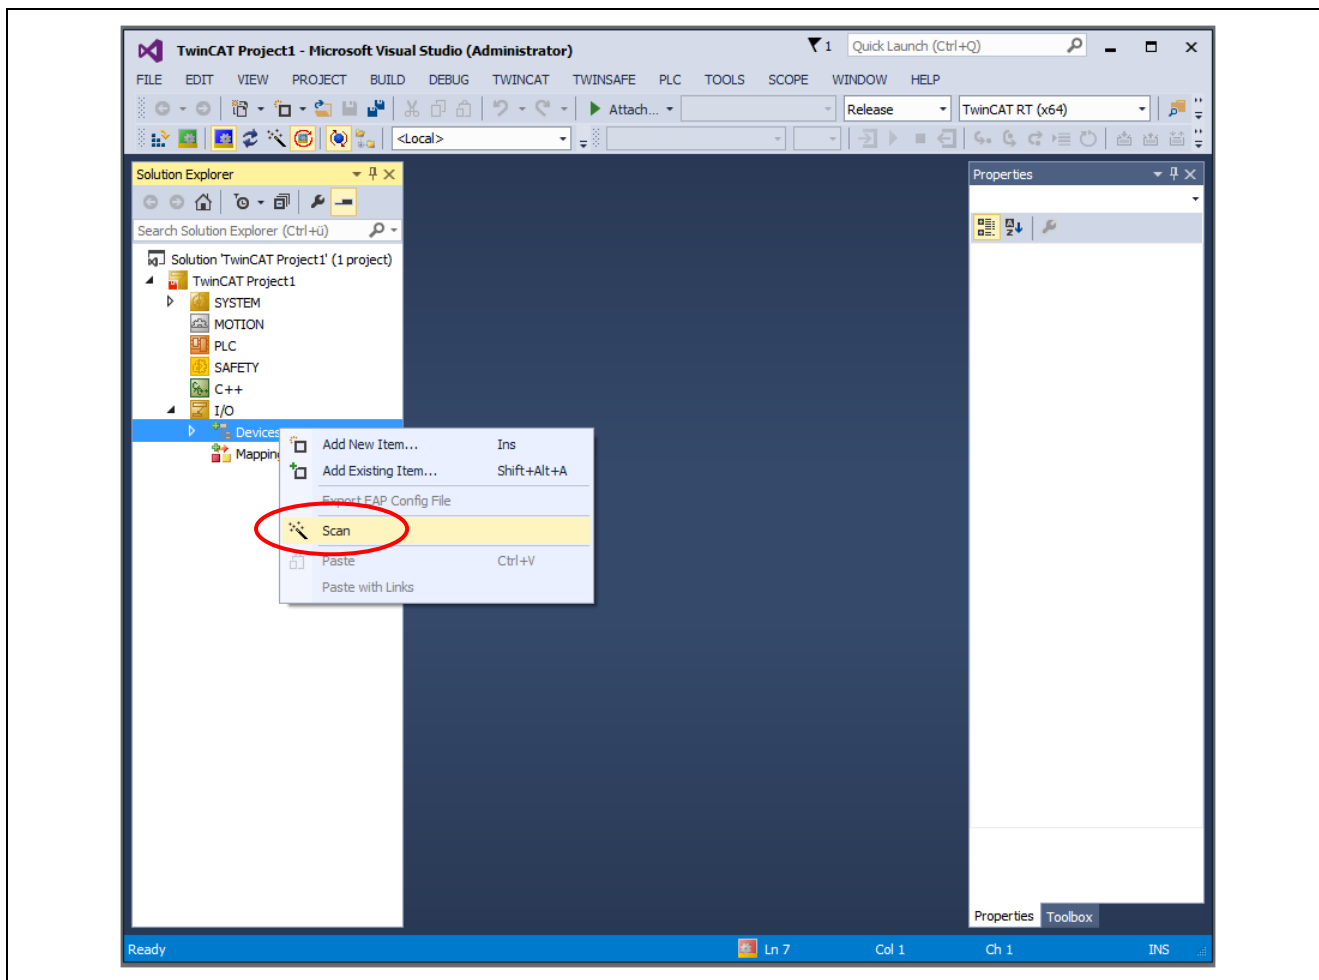
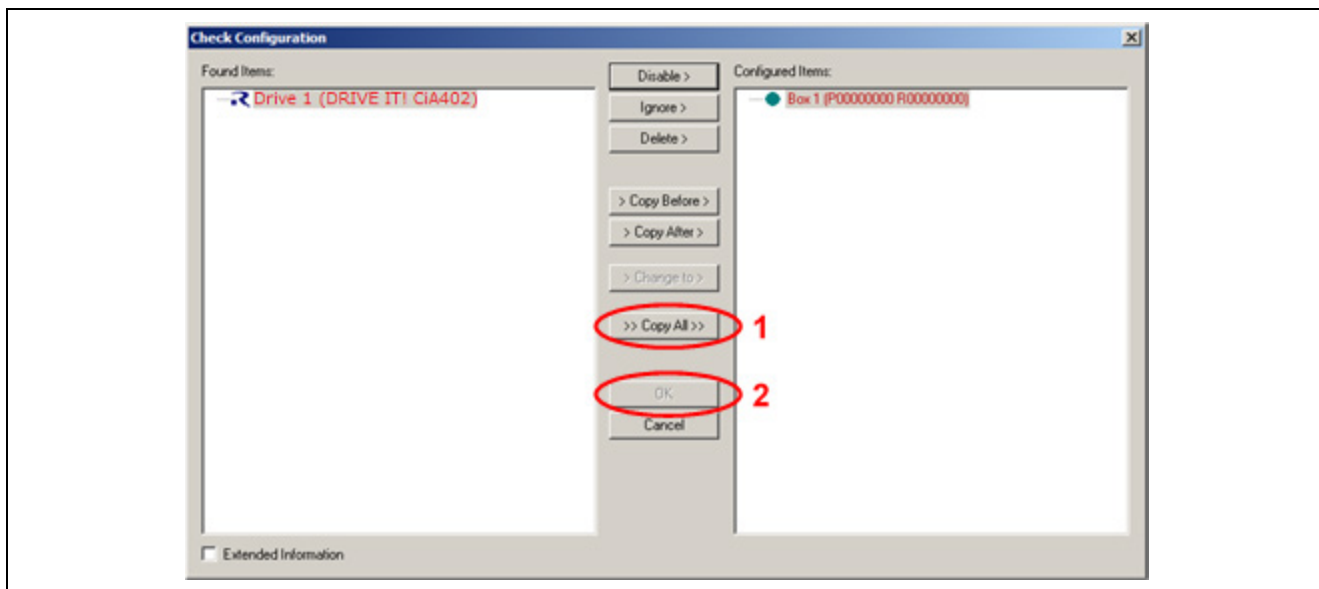

図 4.3 新たなデバイスのネットワークスキャン
図 4.10 “Configured Items” に検出デバイスをコピー
(3) [Devices] を右クリックし、[Scan] を選択します (図 4.3)。
ここで、図 4.3 のデバイススキャンを再度行います。TwinCAT®3 が再度デバイスへのスキャンを行い、RZ/T1 ソリューションキットボードで EEPROM の記述データが更新されたことを検出します。続いて、検出されたデバイスが「Check Configuration」ダイアログに表示されます。図 4.10 に示すように、「Copy All」をクリックし、“DRIVE IT! CiA402” デバイスを「Configured Items」にコピーします（図 4.10 の 1）。デバイスの表示マークが緑色になったら「OK」をクリックし（図 4.10 の 2）、ダイアログを閉じます。